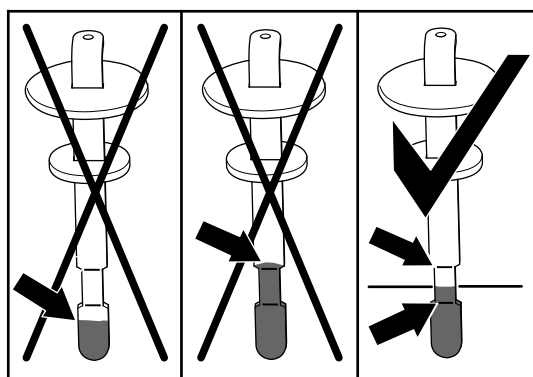

Рисунок 114
- Извлеките щуп и проверьте уровень рабочей жидкости (Рисунок 114).